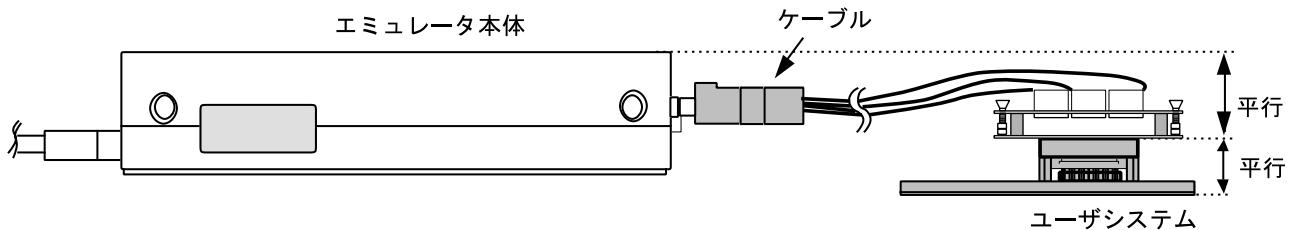

図10 設置例
- (1) ユーザシステムへの接続時には1ピン位置に十分注意して、誤接続は絶対にしないでください。
- (2) 本ユーザシステムインターフェースケーブルを使用する場合の推奨マウントパッド寸法は、MCU実装用マウントパッド寸法とは異なりますので注意してください。
- (3) 本ユーザシステムインターフェースケーブルは、HS3880EPI60Hエミュレータ専用ですので、他のエミュレータ本体には使用しないでください。
- (4) ケーブル本体部が断線する可能性がありますので、本ユーザシステムインターフェースケーブルの上に重いものや金属等の角の尖ったものを置かないでください。
- (5) ユーザシステムに接続した状態では、ユーザシステムインターフェースケーブル、特にケーブル先端部に無理な力が加わらないように注意する必要があります。図10の設置例を参照してご使用ください。